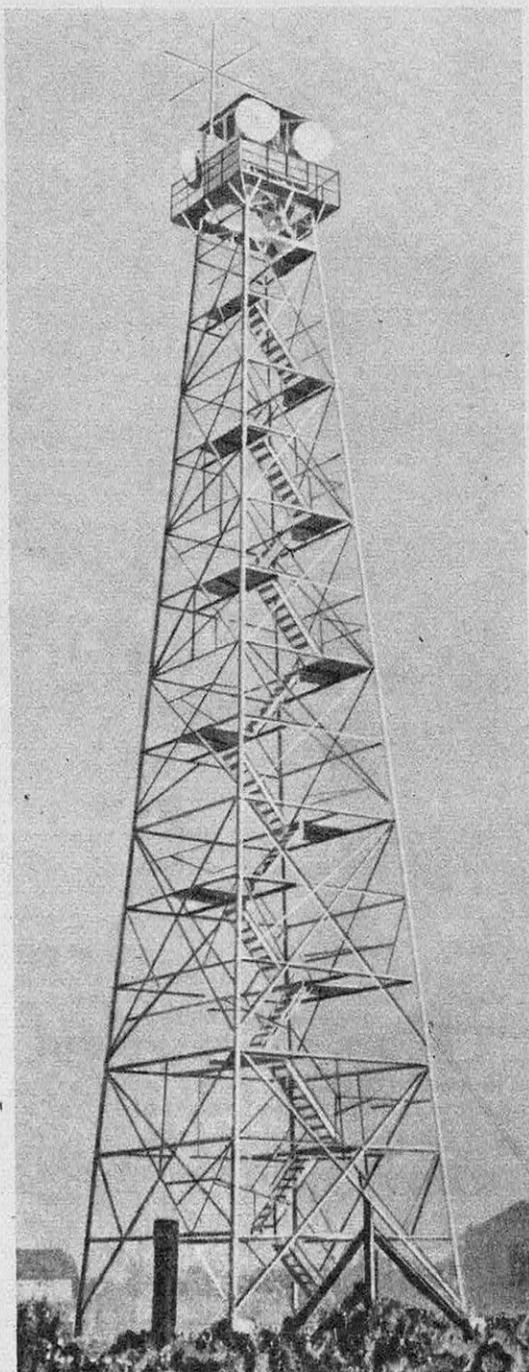

FIG. 9. — UNE DES TOURS PORTANT LES RELAIS DE LA LIAISON PAR ONDES ULTRACOURTES NEW YORK-PHILADELPHIE
(1) On a pu effectuer aussi de telles liaisons téléphoniques par modulation d'un faisceau de rayons infrarouges.
concurrencer les câbles téléphoniques de faible longueur (Pas de Calais, France-Corse, par exemple). Aujourd'hui, on projette de lancer d'un point élevé à un autre, situé à 12 ou 15 km de distance, des faisceaux d'ondes hertziennes qui « porteraient » un certain nombre de communications téléphoniques (fig. 9). En avril 1946, un tel système à douze voies a été mis à l'essai entre Paris et Montmorency (1). Un système de relais permettrait de couvrir des distances plus grandes et de constituer ainsi des liaisons multiples entre grands centres, remplaçant ou complétant les grands câbles et concentrant les dérangements possibles en un nombre de points réduits. Ce système sera-t-il plus économique, toutes conditions d'exploitation égales, que celui des câbles ? Aura-t-il un domaine d'action plus spécialement favorable ? Il est sans doute encore trop tôt pour faire des pronostics à ce sujet. Mais là encore apparaît, de façon inattendue, la concurrence, et il est probable que, si le système semble viable, elle tournera à la collaboration.